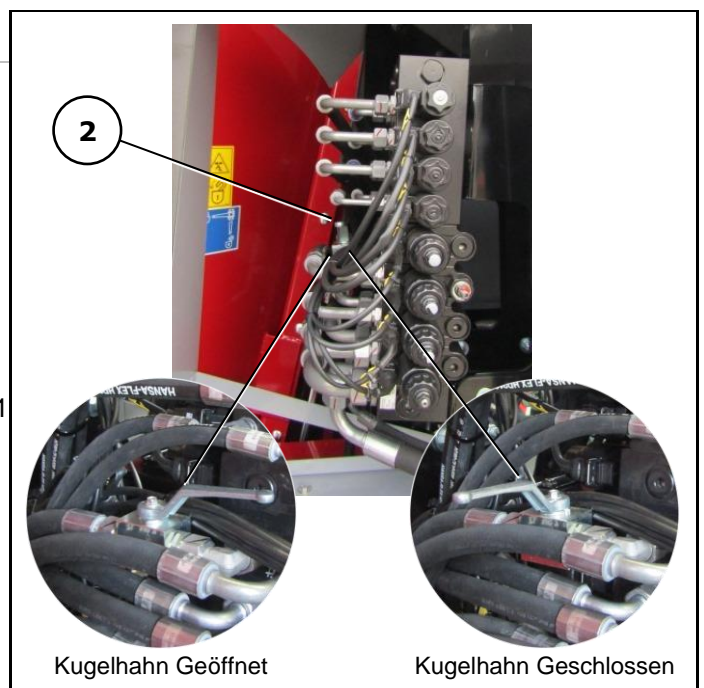

Abb. 9-58: Kugelhahn für Absenksperre
3. Zum Einschalten der Absenksperre den Kugelhahn (2) schließen (Abb. 9-58).
3. Zum Ausschalten der Absenksperre den Kugelhahn (2) öffnen (Abb. 9-58).